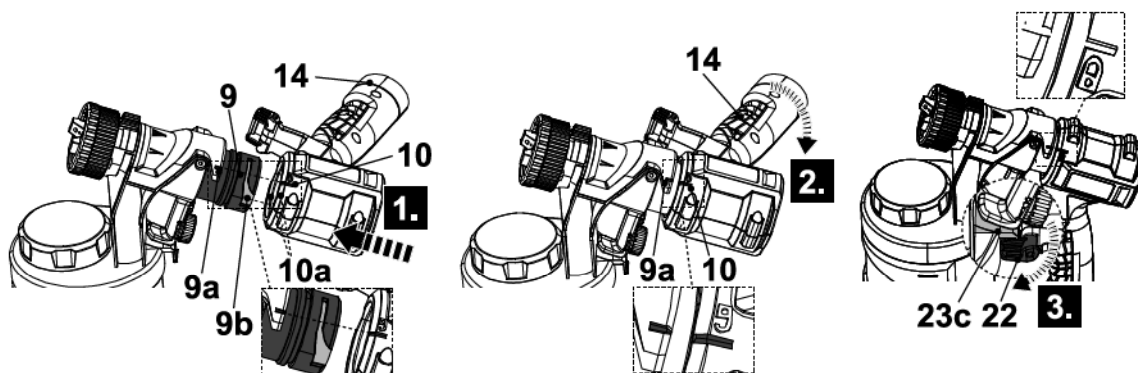

Fig. 5
- > Fixe a pega (14) ao ponto de fixação do suporte do recipiente de tinta (9), alinhando os pinos interiores (10a) com as ranhuras (9b). Certifique-se que a marca de indicação (9a) esteja alinhada com  no ponto de fixação da pega (10) (Fig. 5, passo 1).
- > Rode o manípulo (14) no sentido dos ponteiros do relógio da posição horizontal para a posição vertical (Fig. 5, passo 2) até que a marca de indicação (9a) esteja em linha com  no ponto de fixação da pega (10).
- > Gire o travão de segurança (22) para a frente e para cima até que clique e prenda-o no gancho de suporte do recipiente de tinta (23c) (Fig. 5, passo 3).
- > A pega (14) está agora montada.